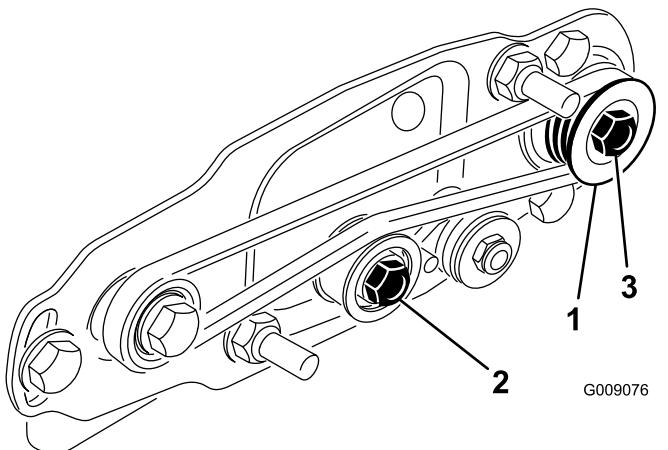
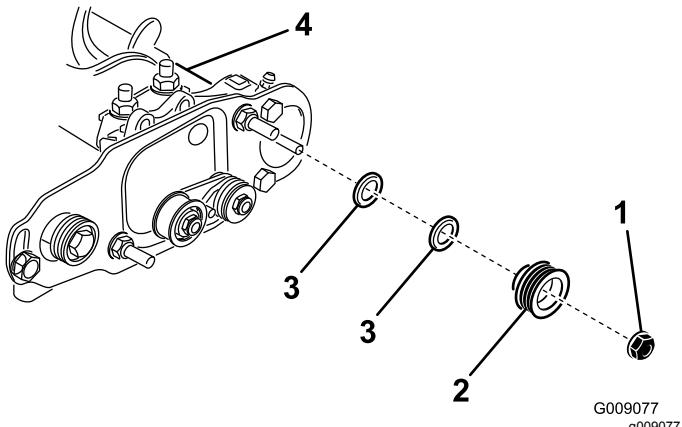

Figura 39
Figura 40
1. La polea arrastrada (en el eje del groomer) puede desplazarse hacia dentro y hacia fuera (Figura 39).
2. Mientras gira el molinete, que hará girar a su vez la polea motriz, haga palanca para retirar la correa de la polea motriz (Figura 39).
3. Retire la contratuerca que sujeta la polea arrastrada al eje del cepillo (Figura 39 o Figura 40).
4. Retire la polea arrastrada del eje (Figura 40).
5. Para desplazar la polea hacia fuera, añada un espaciador de 0,8 mm de grosor (Figura 40). Para desplazar la polea hacia dentro, retire el espaciador existente de 0,8 mm de grosor.